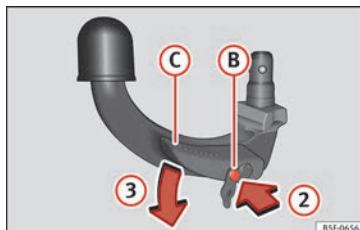

Abb. 221 Schritt 2
- Drücken Sie den Entriegelungsbolzen (B) in Pfeilrichtung ② und gleichzeitig den Hebel (C) in Pfeilrichtung ③ bis zum Anschlag » Abb. 221.